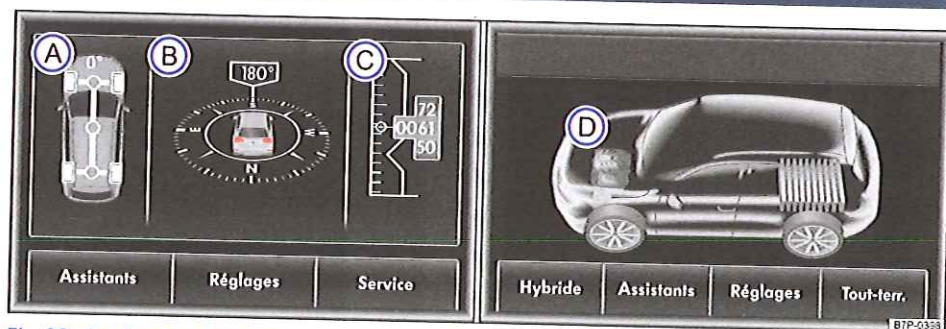
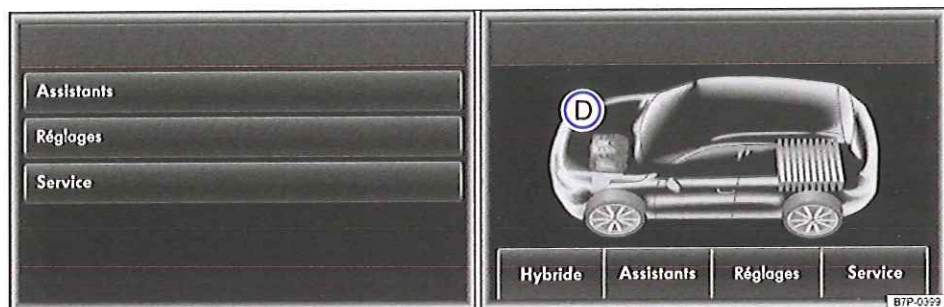

Fig. 28 Système d'infodivertissement avec système de navigation (RNS 850) : menu principal Réglages (CAR).
Fig. 29 Système d'infodivertissement sans système de navigation (RCD 550) : menu principal Réglages (CAR).
Description de la fig. 28 et de la fig. 29 :
**Tout-terrain** : affichage de l'angle de braquage et du blocage de différentiel activé, le cas échéant → fig. 28 (A), affichage d'une boussole indiquant le sens de la marche (B) et de la montée actuelle (C).